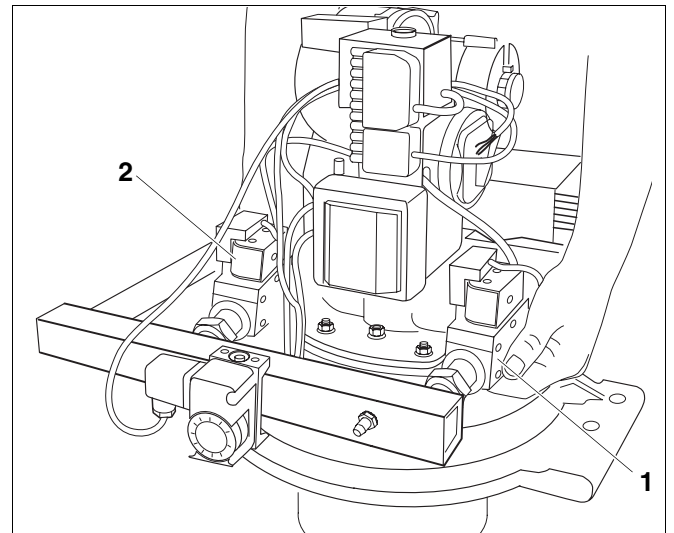

Abb. 6 Brenner auspacken
- Gas-Vormischbrenner Logatop VM durch beidseitiges Anheben hinter den beiden Gasarmaturen (Abb. 6, **Pos. 1** und **2**) aus dem Karton nehmen.